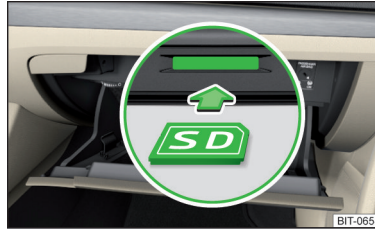

Fig. 185
► **Insérez** la carte SD dans le lecteur respectif dans le sens de la flèche, jusqu'à ce qu'elle « s'enclenche » ► fig. 185 ou ► fig. 186.